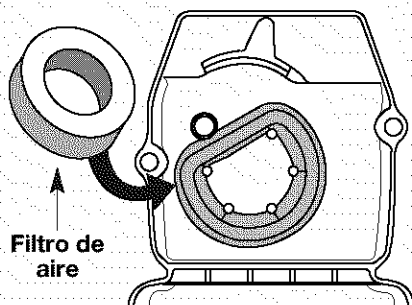

Fig. 24
2. Saque el filtro de aire de atrás de la cubierta del filtro de aire / silenciador (Fig. 24).
6. Vuelva a colocar el filtro de aire en la cubierta del filtro de aire / silenciador (Fig. 24).